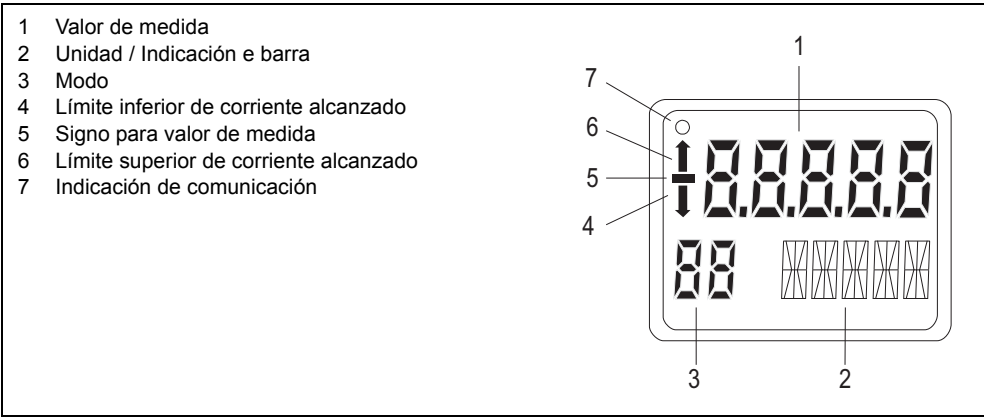

Figura 12 Estructura del indicador digital
Un display estándar enchufable sirve para la indicación local del valor de medida (1, Figura 12) con unidad (2), signo (5), estado (4, 6) y modo (3).